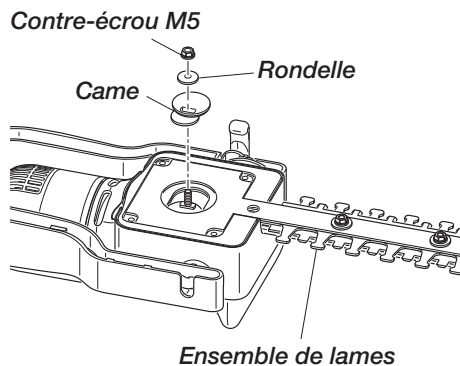

Figure 18 - Retrait de la came
3. Enlevez le contre-écrou M5 et la rondelle de la came (voir la Figure 18).
4. Alignez la came et l'ensemble de la lame, puis retirez la came (voir la Figure 18).